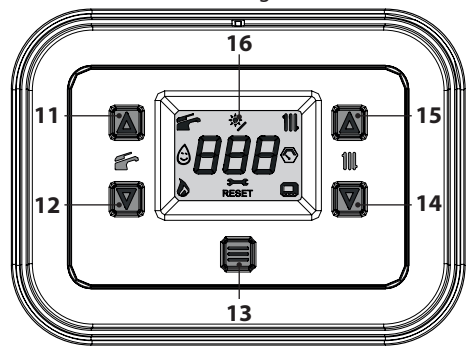
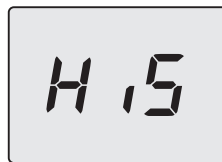
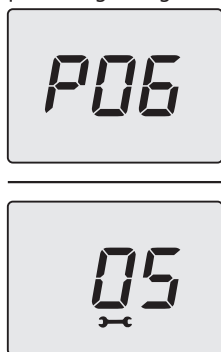
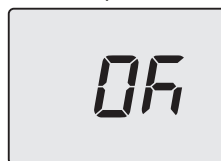

Figura 5.39
Figura 5.40
Figura 5.44
Figura 5.46
- Entrare in "modalità programmazione" premendo contemporaneamente per 5 secondi i tasti 12 e 14 (Figura 5.39) fino a far apparire sul display LCD le lettere **HiS** che indicano il menu "Storico delle caldaia" (Figura 5.40).
12 e 14 per 5 sec. (Figura 5.39) (ritorno al livello precedente).
- Premere per 1 sec. il tasto 13 (Figura 5.39) per entrare nel parametro selezionato. Il display visualizzerà quanto segue (Figura 5.44).
- Premendo il tasto 13 (Figura 5.39) si ottiene la conferma del valore inserito. Il display visualizzerà per 5 sec. quanto segue (Figura 5.46) poi, si porterà al livello superiore.
- Premendo contemporaneamente i tasti 12 e 14 (Figura 5.39) si esce senza modificare il valore (ritorno al livello precedente).
- tenere premuti contemporaneamente i tasti 12 e 14 per 5 sec. (Figura 5.39) (ritorno al livello precedente).